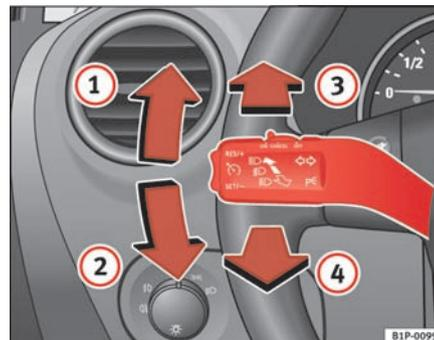

Fig. 77 Palanca de intermitentes y de luz de carretera
- Desplace la palanca hacia arriba hasta el tope ⇒ fig. 77 **1** para encender el intermitente **derecho** o bien hacia abajo **2**, para encender el intermitente **izquierdo**.
- Desplace la palanca hacia adelante ⇒ página 123, fig. 77  para encender la luz de carretera.